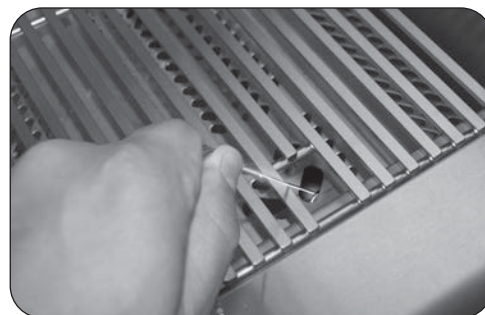

Fig. 26-3 - Éclairage manuel
2. Insérez soit un brûlant long baril briquet au butane, un match à longue tige de brûlure, ou une allumette en feu détenues par un titulaire d'extension de fil (Fig. 26-2) À travers les grilles de cuisson du brûleur (Fig. 26-3). Pour backburners, maintenez la flamme contre le matériau perforé de la veilleuse.
4. Si le brûleur ne se allume pas dans les cinq (5) secondes de tourner le bouton de commande, enfoncez immédiatement le bouton et tournez la valve à **AU LOIN**. **ATTENDEZ CINQ (5) MINUTES** avant de répéter les étapes 2 à 4 des instructions manuelles d'éclairage.